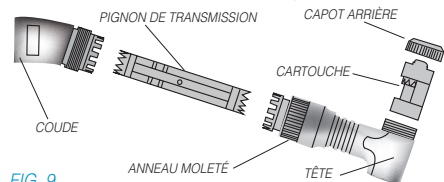

FIG. 9
- Retirez le pignon de transmission avant de retirer la cartouche de la tête (Fig. 9).